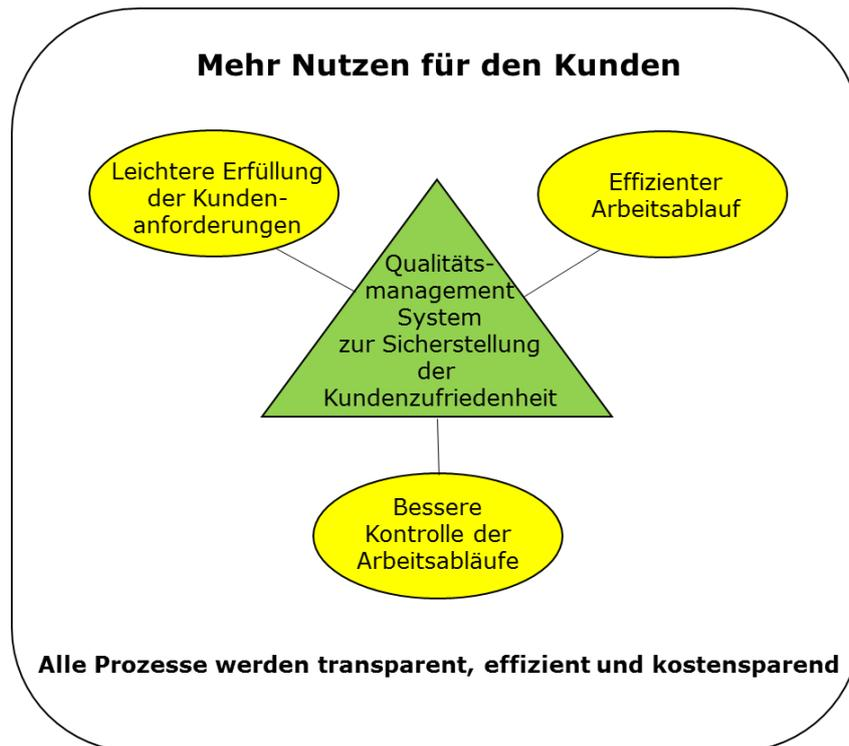

Abbildung 9: Nutzen eines QM-System (QMS)
Die Wettbewerbsvorteile die durch ein Qualitätsmanagement (QM) erzielt werden sind in Abbildung 9 dargestellt.